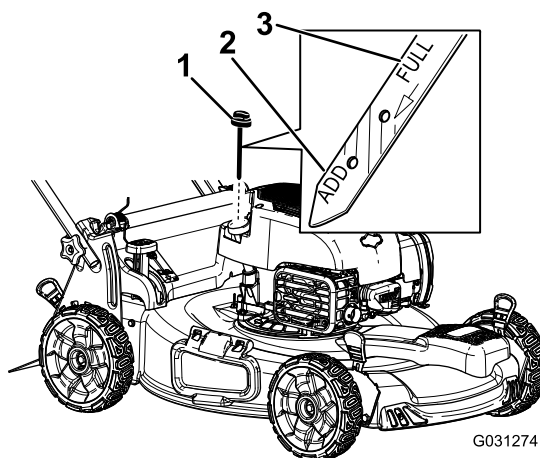

Figure 10
3. Retirez la jauge, essuyez-la sur un chiffon et remettez-la dans le goulot de remplissage (Figure 10).
4. Ressortez la jauge et vérifiez le niveau d'huile (Figure 10). Si le niveau n'atteint pas le repère **minimum** (Add) de la jauge, versez lentement suffisamment d'huile dans le goulot de remplissage pour faire monter le niveau au repère **maximum** (Full). **Ne remplissez pas excessivement.**